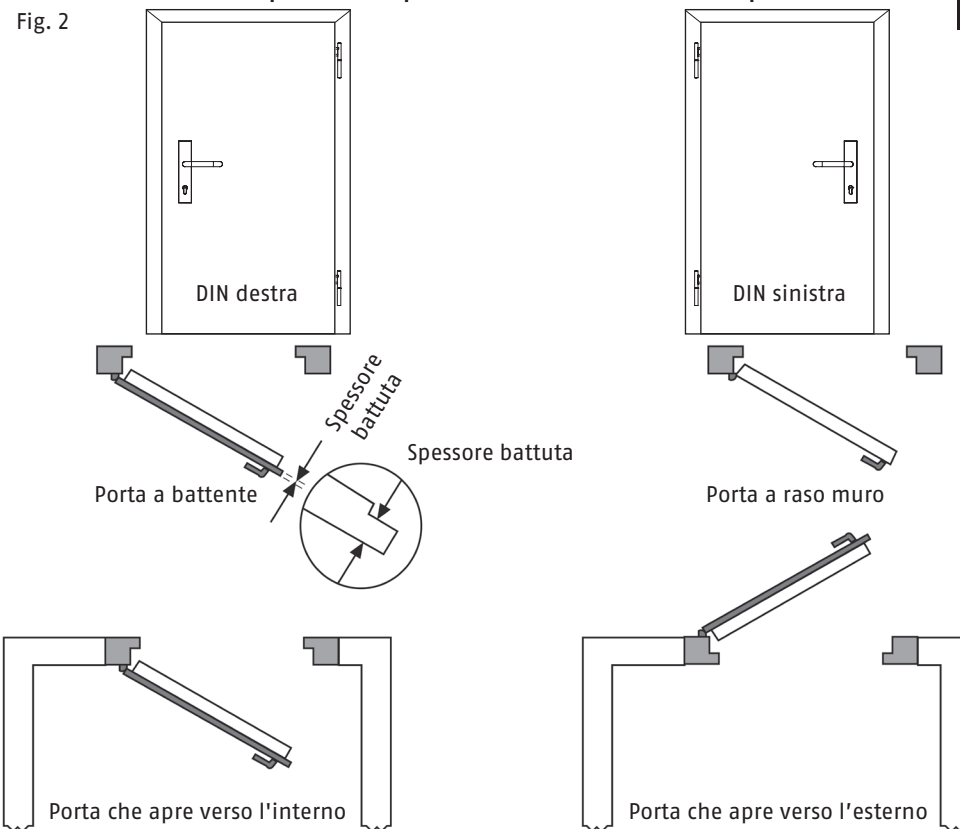

Fig. 3
**Si consiglia di montare la barra sotto il ferramento (Fig. 3).**